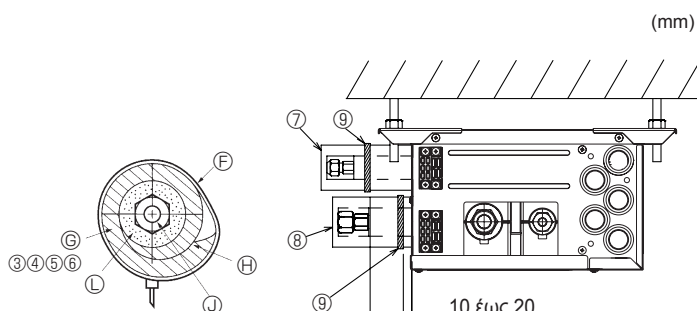
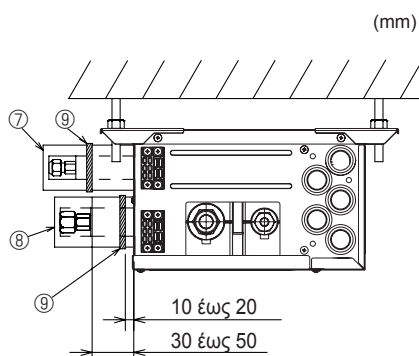

Fig. 7-3
Fig. 7-4
- (1) Αφαιρέστε τα περιεχόχλια εκχέλιωσης και τα καπάκια από το κουτί διακλάδωσης.
- (2) Εκχειλίστε τα άκρα των σωληνών υγρού και αερίου και αλείψτε την διαπλευσμένη επιφάνεια με ένα λεπτό στρώμα λαδιού ψυκτικού (θα το προμηθευτείτε από το εμπόριο). Μην αλείψετε λάδι τμήμα με σπείρωμα.
- (3) Συνδέστε αμέσως τις σωληνώσεις ψυκτικού. Να σφίγγετε πάντα τα περιεχόχλια εκχέλιωσης με την ενδεδειγμένη ροπή σύσφιξης σύμφωνα με τον παρακάτω πίνακα χρησιμοποιώντας δυναμόκλειδο και διπλό κλειδί.
- (4) Πιέστε με δύναμη τα καλύμματα ③ και ⑤ του σωλήνα υγρού στη μονάδα και τυλίξτε τα για να μην βγουν από τη θέση τους. (Fig. 7-3)
- (5) Πιέστε με δύναμη τα καλύμματα ④ και ⑥ του σωλήνα αερίου στη μονάδα και τυλίξτε τα για να μην βγουν από τη θέση τους. (Fig. 7-3)
- (6) Τοποθετήστε τις παρεχόμενες στεφάνες στερέωσης ⑨ στα 10 - 20 mm περίπου από κάθε άκρο των καλυμμάτων των σωληνών (③ ④ ⑤ ⑥).
- (7) Αν δεν είναι συνδεδεμένη η εσωτερική μονάδα, τοποθετήστε τα παρεχόμενα καλύμματα σωληνών (με καπάκια, ⑦ και ⑧) στις ενώσεις των σωληνώσεων ψυκτικού με το κουτί διακλάδωσης για να αποφύγετε τη συμπύκνωση νερού στους σωλήνες. (Fig. 7-4)
- (8) Στερεώστε τα καλύμματα σωληνών (⑦ ⑧) στη θέση τους με τις παρεχόμενες στεφάνες ⑨.
► Χρησιμοποιήστε τις ακόλουθες διαδικασίες για τα μέρη του κουτιού διακλάδωσης που δεν είναι συνδεδεμένα σε εσωτερική μονάδα. (Fig. 7-4)
- (1) Για να αποφύγετε τις διαρροές ψυκτικού, βεβαιωθείτε ότι τα περικόχλια εκχείλωσης βιδώνονται σύμφωνα με τις καθορισμένες ροπές σύσφιξης\* στον Πίνακα 3.